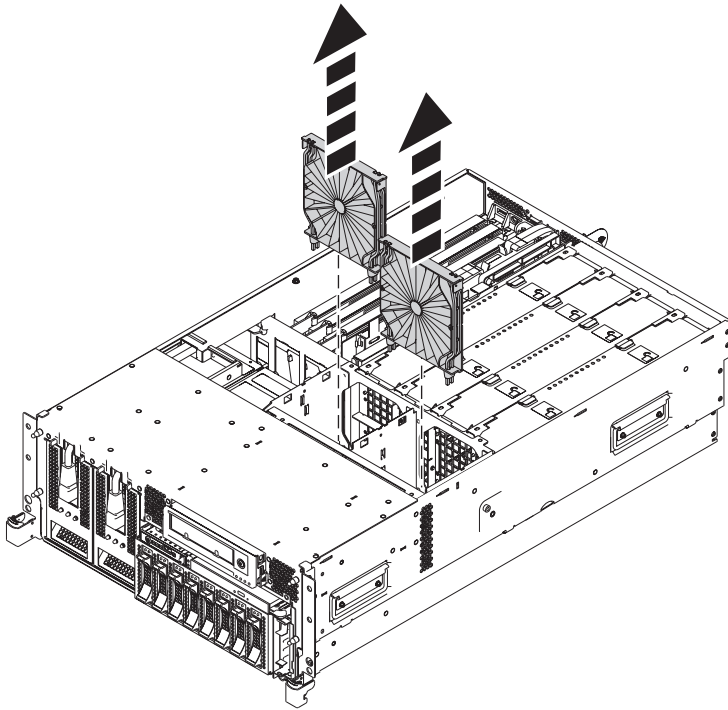

Abbildung 3. Luftführungen aus Ventilatorrahmen ausbauen
- b. Möchten Sie die Luftführungen ausbauen, fassen Sie die Luftführungen an und ziehen Sie sie aus dem Ventilatorrahmen (siehe Abb. 3 auf Seite 6).